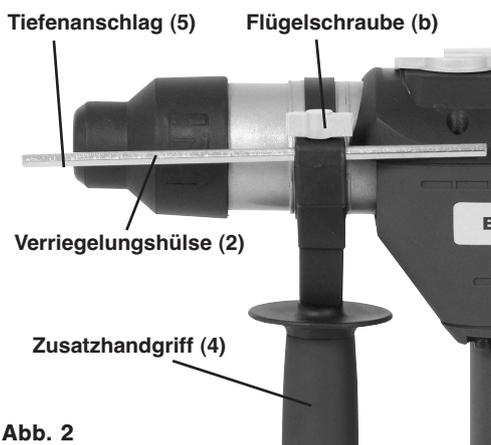

Abb. 2
##### Zusatzhandgriff montieren (Abb. 2)
Befestigt wird der Zusatzhandgriff (4) am Bohrhammer durch Klemmung. Drehen des Griffes (a) gegen den Uhrzeigersinn (vom Griff aus gesehen) löst die Klemmung. Drehen des Griffes (a) im Uhrzeigersinn zieht die Klemmung fest. Die Abb. 2 zeigen den fertig montierten Zusatzhandgriff (4).